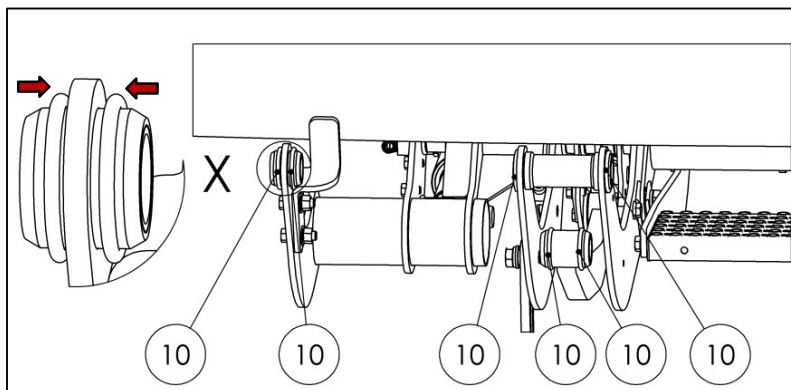

Fig. 56
- Coloque 6 O-rings (lista de partes del juego de accesorios, artículo no.10) en los bujes de acero (vea la Fig. 56).